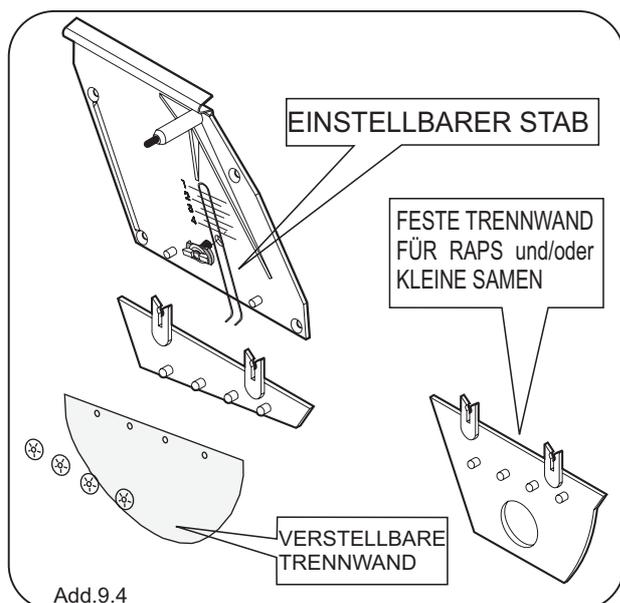

Abb.9.4
4. Das Verstellen der Trennwand erfolgt durch Verschieben einer Feder auf dem Deckel (Abb.9.4);